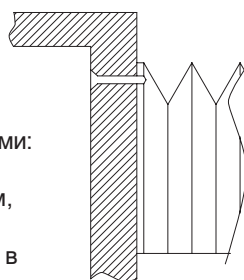

рис. 2
- мех крепится к фланцу целой складкой (рис. 2). Такое крепление возможно только в том случае, если местом, куда крепится мех, является деталь станка со сквозным отверстием. В этом случае, через отверстие в детали вставляется болт и ввинчивается в резьбу фланца меха